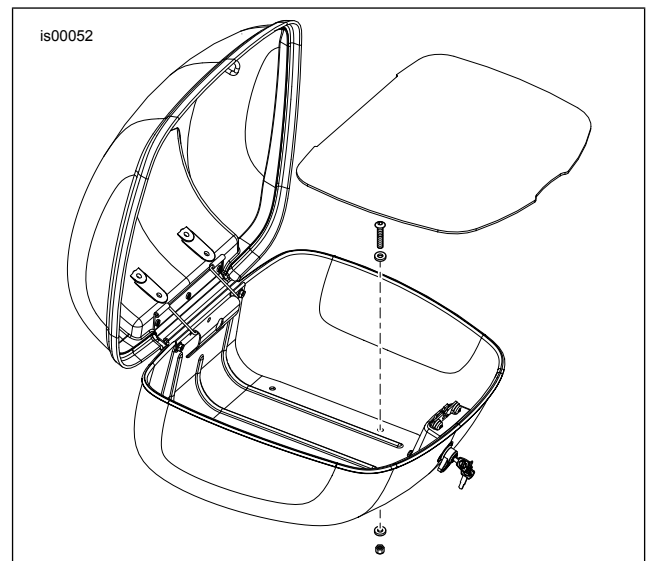

Figura 2. Sujetadores del Tour-Pak
- b. Vea la Figura 2. Inserte los tornillos a través de los agujeros de la placa base dentro del Tour-Pak.